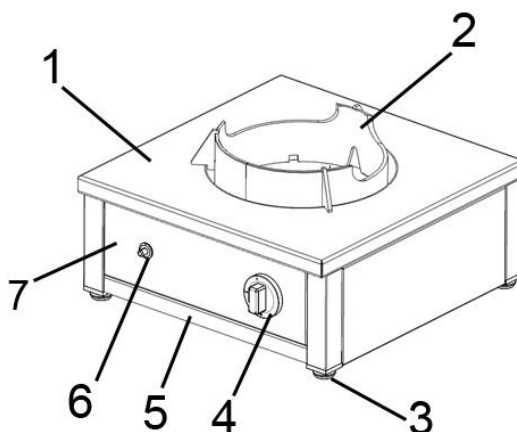
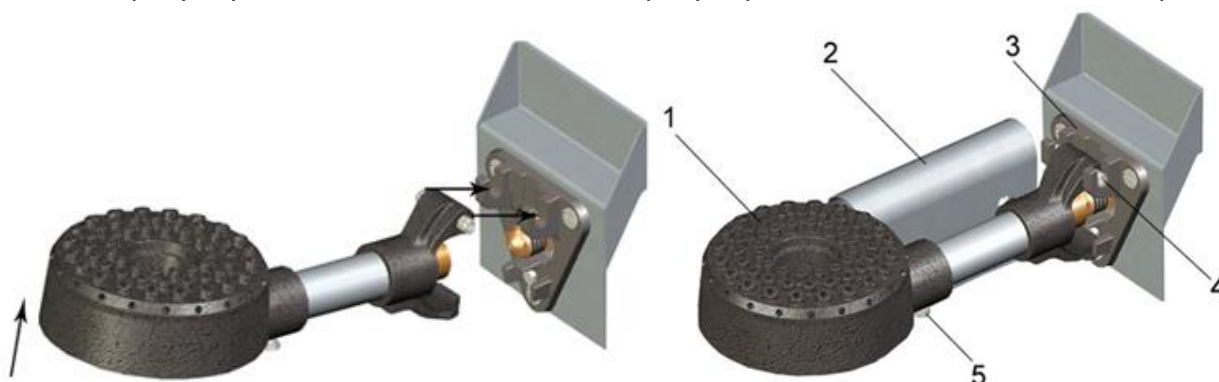
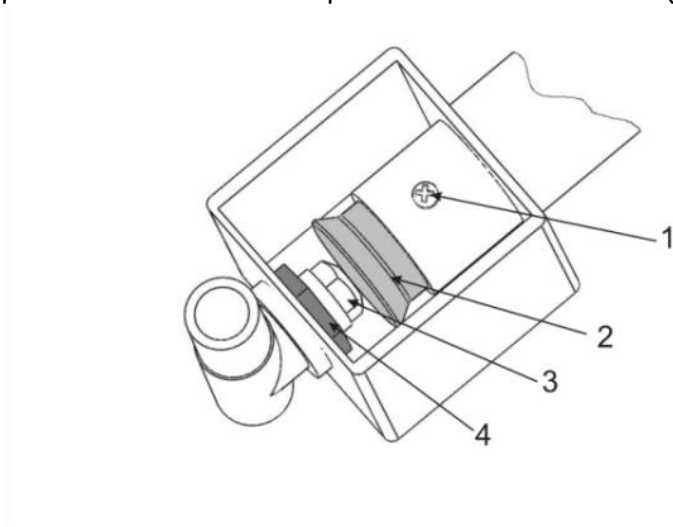

Рис.1. Общее устройство газовой плиты ВОК\*
Рис.3 Схема монтажа и устройство ВОК-горелки
Рис.4. Общая конструкция смесителя горелки
На рис.1 приведено общее устройство газовой плиты ВОК.
На столе плиты 1 (рис. 1) располагается ВОК-насадка 2 для вок-посуды. На лицевой панели 7 размещается ручка управления 4, с помощью которой меняется интенсивность нагрева горелки плиты. Основная горелка зажигается с помощью запальной горелки. Розжиг запальной горелки осуществляется с помощью кнопки пьезорозжига 6. Под горелками располагается поддон-жироборник 5, в котором скапливается мусор, образующийся во время готовки. Горизонтальность плиты выставляется регулируемые по высоте ножками 3.
- Через большое отверстие в столешнице найти кронштейн 3 (рис.3), располагающийся внутри плиты со стороны лицевой панели.
- Приподнять ВОК-горелку за основание с рассекателем так, чтобы смеситель с осью горелки 4 немного опустился вниз, как показано на рис. 3. Надеть ось горелки на крючки кронштейна. Проверить, что горелка надежно закреплена.
- Узел регулировки горелки находится снизу, под столешницей. Для доступа к нему выньте поддон 5 (рис. 1), найдите смеситель горелки (см. рис.4).
- Ослабьте винт 1 (рис.4) и, перемещая цилиндр шибера 2 (рис.3), добейтесь нормального горения пламени. Регулировку подачи первичного воздуха следует осуществлять из закрытого состояния шибера, в сторону увеличения воздушного зазора.
- При достижении нормального пламени горелки затяните винт 1 (рис.4).
- Узел регулировки горелки находится снизу под столешницей. Для доступа к нему выньте поддон 5 (рис. 1), найдите смеситель соответствующей горелки (рис.4).
- Ослабьте винт крепления цилиндра шибера 1 (рис.4) и сдвиньте шибер 2 вверх до конца.
- Удерживая муфту подводящей медной трубки, выкрутите сопло 3 (рис.4) ключом на 12.
- Снимите кольцевую насадку 2 (рис.1).
- Выньте поддон 5 (рис.1).